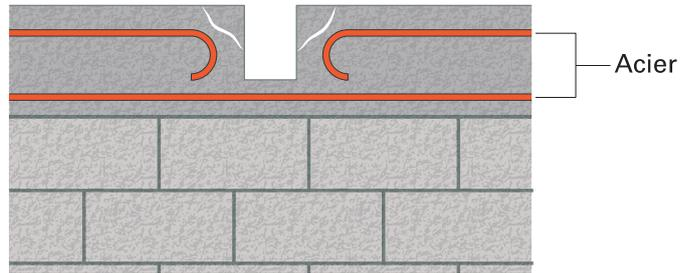

Figure 5 : Chaînage discontinu
- les aciers ne sont pas tous continus autour de la position du chevron, Figure 5 ;